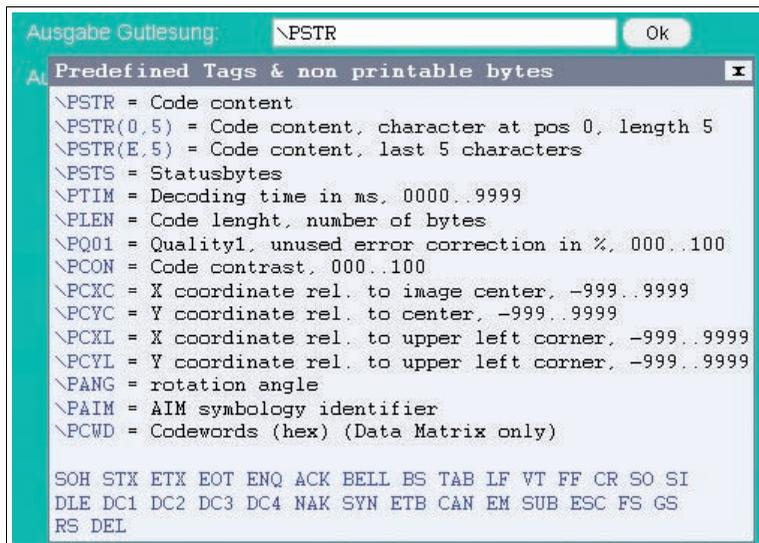

Abbildung 7.10 Pop-up Fenster Gütesung - Schlechtlesung
- **Ausgabe Gutlesung:** Eingabe der Zeichenkette, welche bei einer erfolgreichen Dekodierung ausgegeben wird. Dieses Feld verfügt über eine Tooltipfunktionalität. Wenn der Mauszeiger länger als 1 Sekunde über einem der beiden Eingabefeldern verweilt, erscheint eine Tabelle → siehe Abbildung 7.10 auf Seite 31. In der Tabelle sind Platzhalter beschrieben, die manuell oder per Mausklick eingefügt werden können. Zur Zeit können folgende Informationen als Teil des Ausgabestrings ausgegeben werden: Codeinhalt, Codelänge, Status, Dekodierzeit, Symbolkoordinaten etc. Die Beschreibung dieser Platzhalter finden Sie im Anhang siehe Kapitel 9.3.
- **Ausgabe Schlechtlesung:** Eingabe der Zeichenkette, welche bei einer nicht erfolgreichen Dekodierung ausgegeben wird. Ein Timeout Fehler führt ebenfalls zur Ausgabe dieser Daten. Wenn der Mauszeiger länger als 1 Sekunde über einem der beiden Eingabefeldern verweilt, erscheint eine Tabelle → siehe Abbildung 7.10 auf Seite 31. In der Tabelle sind Platzhalter beschrieben, die manuell oder per Mausklick eingefügt werden können. Zur Zeit können folgende Informationen als Teil des Ausgabestrings ausgegeben werden: Status, Dekodierzeit. Die Beschreibung dieser Platzhalter finden Sie im Anhang siehe Kapitel 9.3.
- **Ausgabe Gutlesung:** Eingabe der Zeichenkette, welche bei einer erfolgreichen Dekodierung ausgegeben wird. Dieses Feld verfügt über eine Tooltipfunktionalität. Wenn der Mauszeiger länger als 1 Sekunde über einem der beiden Eingabefelder verweilt, erscheint eine Tabelle → siehe Abbildung 7.10 auf Seite 31. In der Tabelle sind Platzhalter beschrieben, die manuell oder per Mausklick eingefügt werden können. Zur Zeit können folgende Informationen als Teil des Ausgabestrings ausgegeben werden: Codeinhalt, Codelänge, Status, Dekodierzeit, Symbolkoordinaten etc. Die Beschreibung dieser Platzhalter finden Sie im Anhang siehe Kapitel 9.3.
- **Ausgabe Schlechtlesung:** Eingabe der Zeichenkette, welche bei einer nicht erfolgreichen Dekodierung ausgegeben wird. Ein Timeout Fehler führt ebenfalls zur Ausgabe dieser Daten. Wenn der Mauszeiger länger als 1 Sekunde über einem der beiden Eingabefelder verweilt, erscheint eine Tabelle → siehe Abbildung 7.10 auf Seite 31. In der Tabelle sind Platzhalter beschrieben, die manuell oder per Mausklick eingefügt werden können. Zur Zeit können folgende Informationen als Teil des Ausgabestrings ausgegeben werden: Status, Dekodierzeit. Die Beschreibung dieser Platzhalter finden Sie im Anhang siehe Kapitel 9.3.